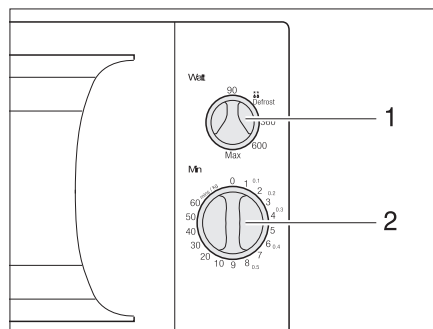

Bild 218 Reglage för mikrovågsugn
- Välj effekt med vridregulatorn (Bild 218,1).
- Välj tiden med vridregulatorn (Bild 218,2). Processen startar.